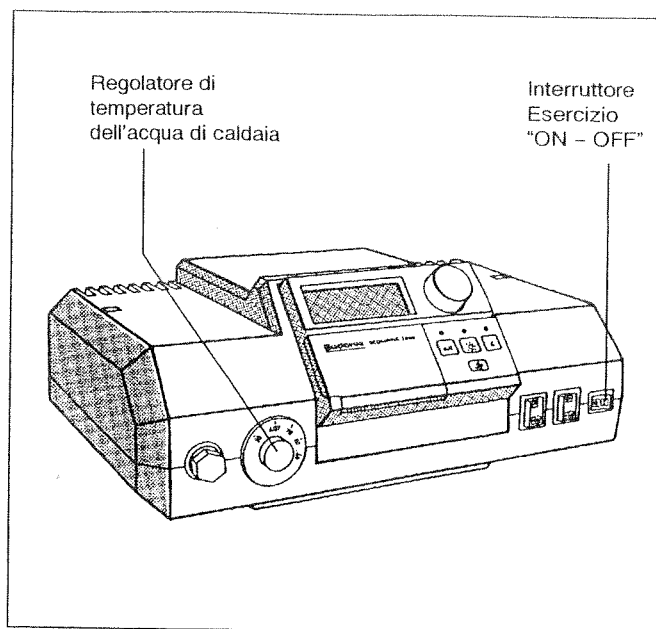
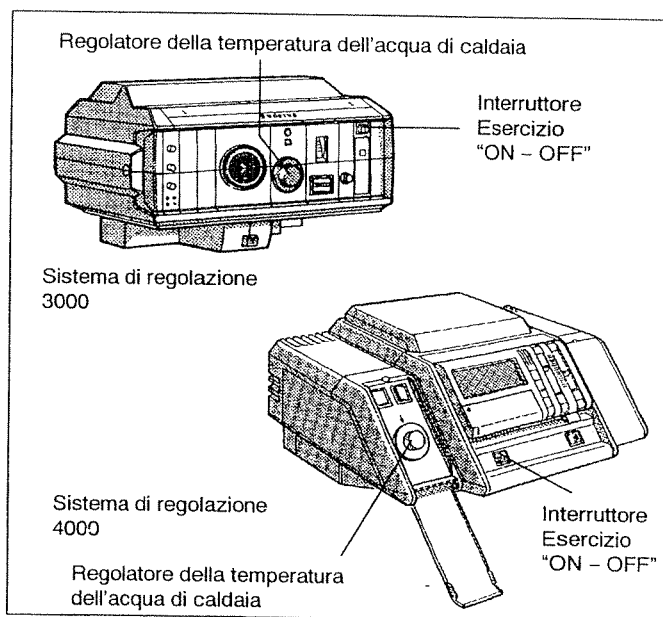

Fig. 28: Sistema di regolazione 2000
Fig. 29: Sistema di regolazione 3000 e 4000
- Posizionare l'interruttore di esercizio (Fig. 28 e Fig. 29) su I (ON).
- Posizionare il regolatore della temperatura dell'acqua di caldaia (Fig. 28 e Fig. 29) su "AUT".